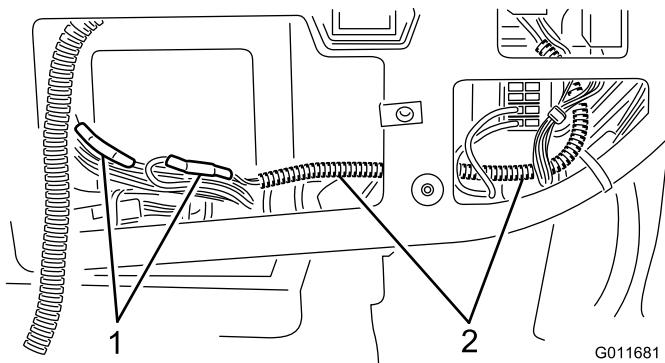

Figura 17
7. Con una giunzione per cavi unite il filo proveniente dall'interruttore del ripartitore di flusso (proveniente dall'alto) al filo grigio del nuovo cablaggio di connessione (Figura 17). Scaldate la giunzione per farla restringere.
8. Con una giunzione per cavi unite l'altra metà del filo marrone/bianco del ripartitore di flusso al filo marrone/bianco del nuovo cablaggio (Figura 17). Scaldate la giunzione per farla restringere.